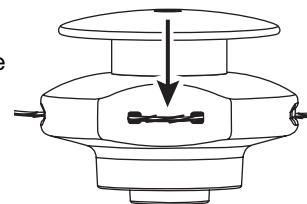

Fig. 21
5. Poussez le fil de la débroussailleuse derrière le crochet pour l'empêcher de se détacher en cours de fonctionnement (Fig. 21).